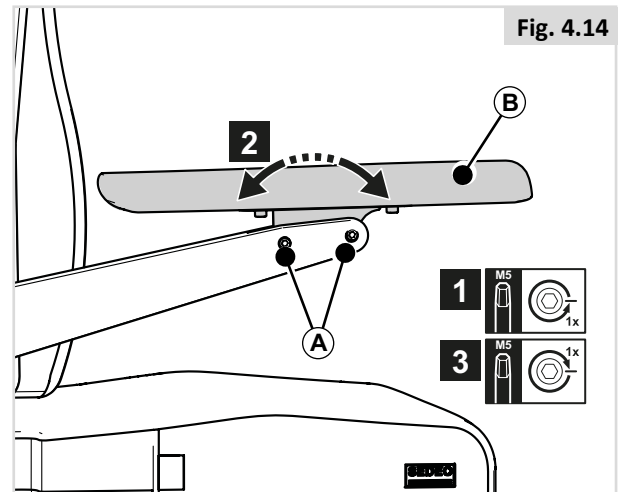

Fig. 4.14
#### PARTE 2 (Fig. 4.14)
Para alcanzar el tornillo trasero en las alturas más bajas del reposabrazos, afloje los tornillos (A) de la Fig. 4.14 y ajuste el ángulo del almohadillado.